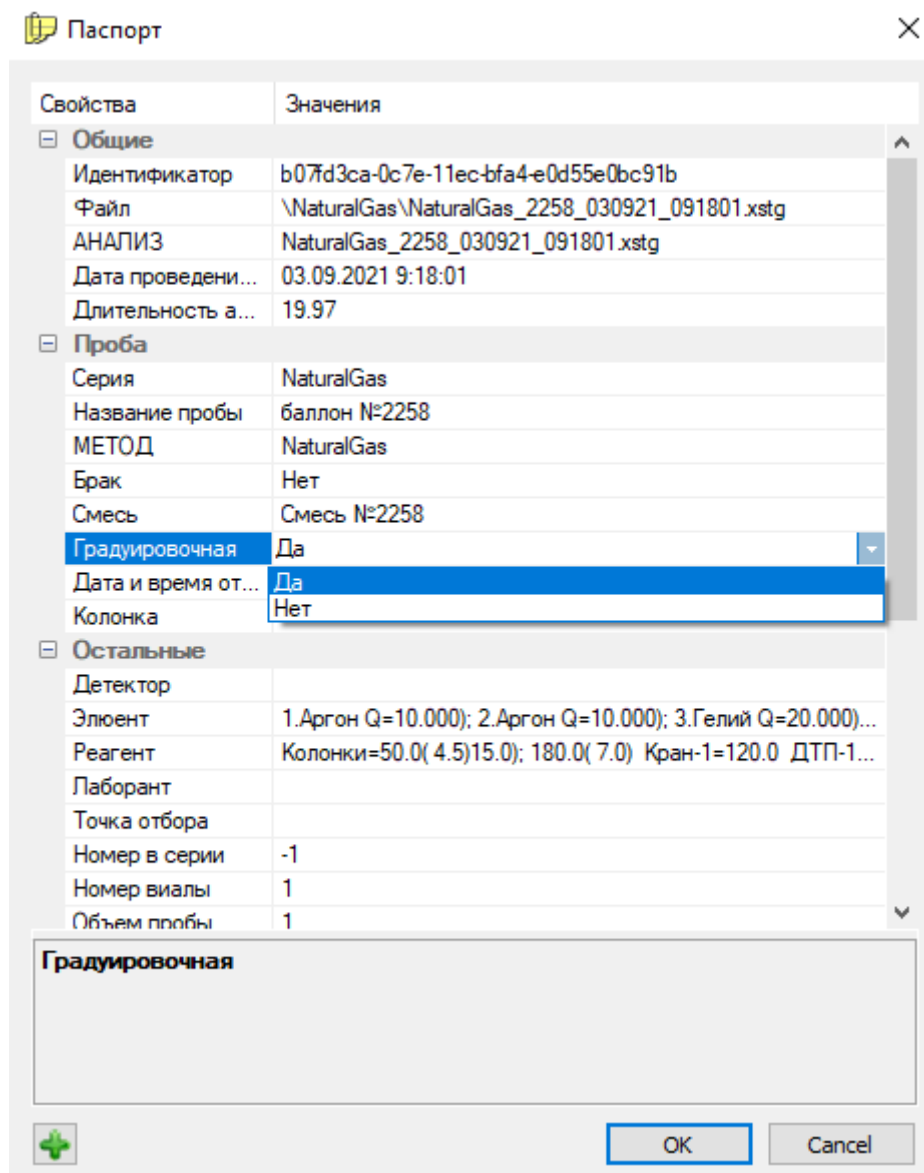

Рис. 61: Установка флажка «Градуировочная»
2. В разделе *Проба*, напротив свойства *Градуировочная* выберите **Да** в выпадающем списке (**Рис. 61**).